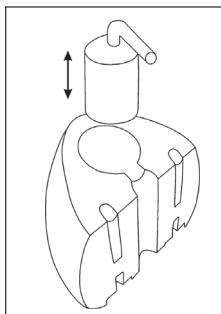

Fig. 6
2. Trageti afara tancul de apa si scoateti filtrul anticalcar, ca in Fig. 6.